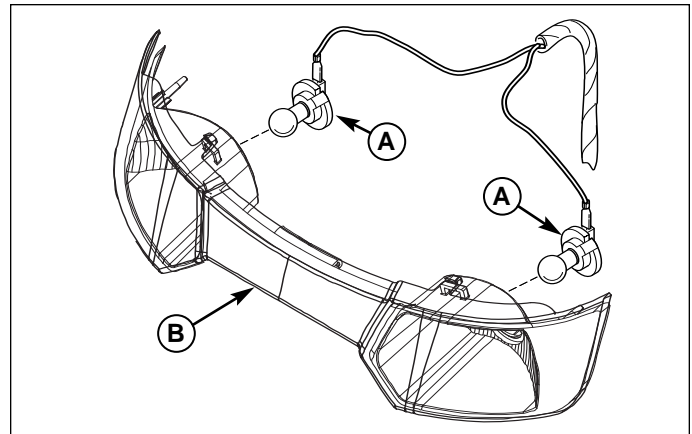

Figure 14. Phares
2. Déposer les douilles et ampoules (A, Figure 14) en tournant les douilles vers la gauche et en les tirant hors de l'optique (B). Refaire la même chose de l'autre côté.